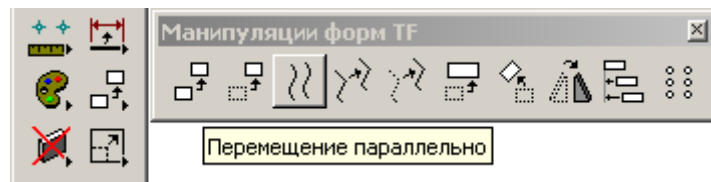

Рисунок 89
- Теперь построенную ломаную можно скопировать со смещением, для чего используется инструмент *Параллельное перемещение* (Рисунок 89).